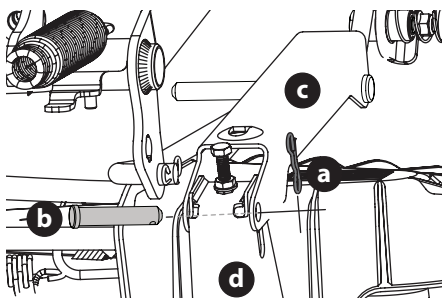

Fig. 40
- a. Extraiga los dos pasadores con unión curva (a) de los pasadores de horquilla (b) que sujetan los soportes del varillaje de elevación (c) a los soportes traseros de elevación de la plataforma (d) en la plataforma. Extraiga los pasadores de horquilla (b) (Fig. 40).